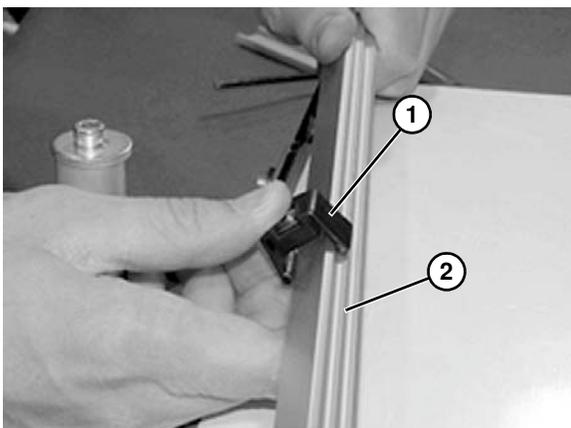

Figura 23
4. Encaje la grapa (Figura 23, artículo 1) en el raíl guía (Figura 23, artículo 2).